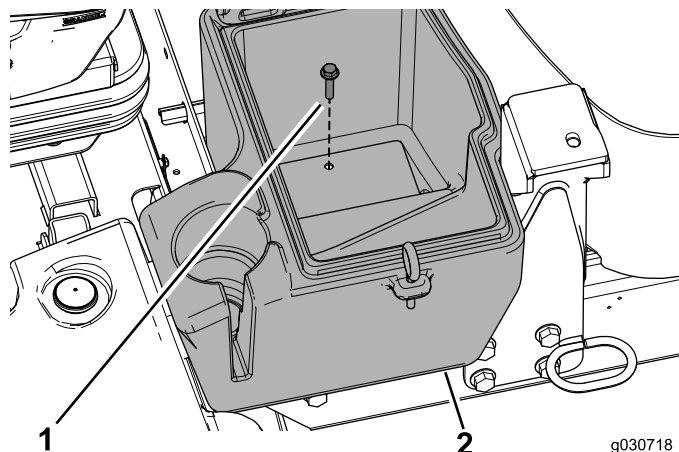

Bild 22
4. Befestigen Sie das Ablagefach mit der Schraube (5/16" x 1-1/2") an der Maschine (Bild 22).